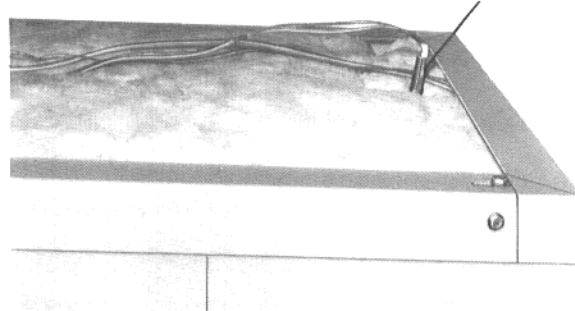

Fig. 32
- Se non ancora montata, ermetizzare la guaina nell'elemento posteriore (E'imbballata nel cartone del quadro comando) vedi schizzo e fig. 32.